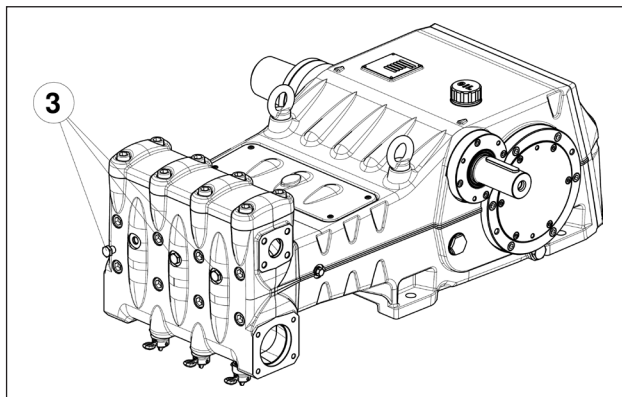

Fig. 11
**En caso de anomalías de cebado por alimentación insuficiente, es posible desmontar los tres tapones frontales del cabezal (excepto en la versión LK36) como se indica en la pos. ③ Fig. 11.**